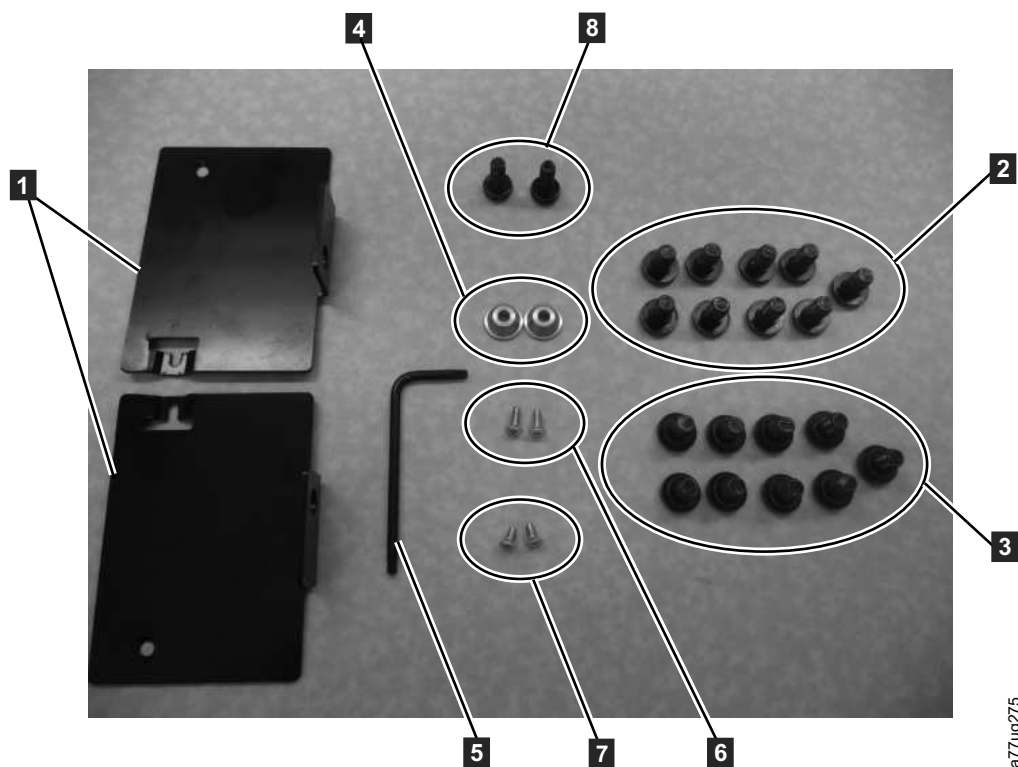

Figura 24. Kit de hardware de montaje en bastidor A
1. Verifique qué kit de bastidor se incluyó en el envío. Aunque hay dos kits de bastidor diferentes, los pasos a seguir para instalarlos son los mismo. Tras verificar qué kit de bastidor ha recibido, consulte la Figura 24 en la página 43 para conocer los pasos de instalación.
- 2 piezas de sujeción de montaje (**1** en la Figura 24)
- 1 llave Torx (**5** en la Figura 24)